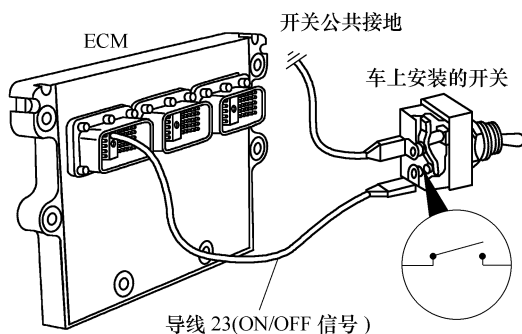
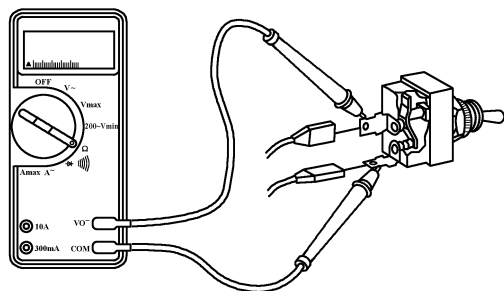

图 5-120 巡航控制电路
图 5-121 用万用表接触开关的两个端子
(1) 概述 巡航控制电路如图 5-120 所示。此电路由开关、接通/断开信号线(触针 23)、公共回路线及 ECM 组成。接通/断开开关用于启用或停用巡航控制和 PTO 模式。
(2) 电阻检查
① 从接通/断开开关端子上拆下 2 个插头, 贴上标签, 用万用表接触两个端子, 如图 5-121 所示。